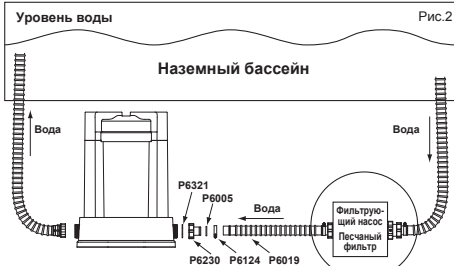

Рис.2
**Подключение к фильтрующему насосу / песчаному фильтру с размером шланга 38 мм (1-1/2 дюйма) / песчаным фильтром для работы с насосами, рассчитанными на 800 галлонов (см. Рис. 2):**